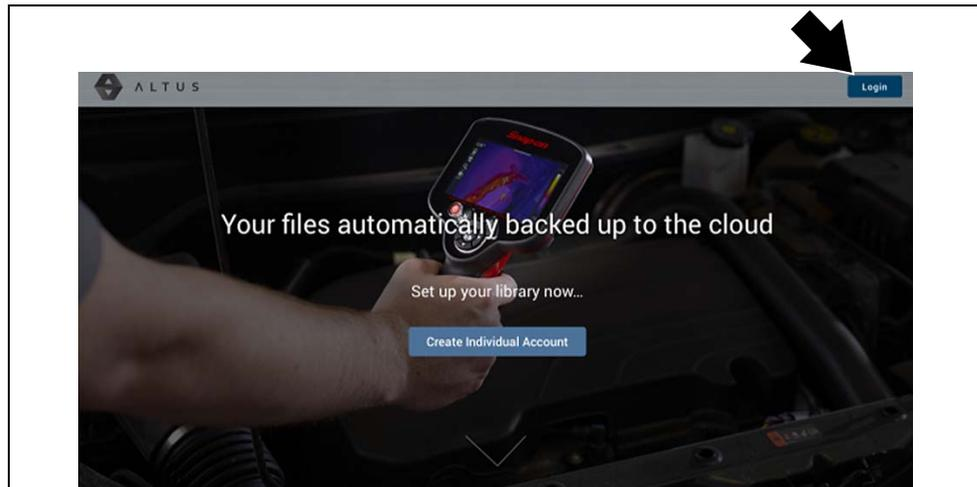

Figure 14-3
2. Sélectionnez l'icône **Connexion** (Figure 14-3).